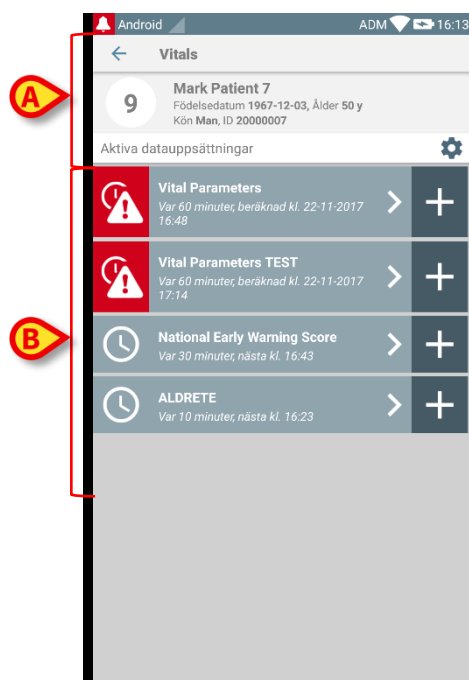

Fig. 48
- Tryck på en ruta för att komma åt listan över datauppsättningar som har aktiverats för motsvarande patient (Fig. 48).
Skärmbilden med datauppsättningar består av två områden: Ett rubrikområde (Fig. 48 **A**) och listan över datauppsättningar (Fig. 48 **B**).